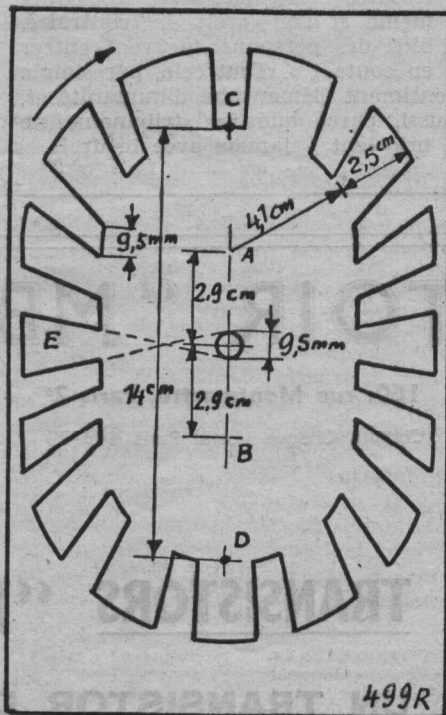

FIG. 2.
Passons maintenant à la figure 2 et déterminons à partir du centre (O) les points (A) et (B) situés respectivement à 29 mm de part et d'autre de (O) et les points (C) et (D) situés à 7 centimètres de (O). La droite (CD) mesurera donc 14 cm. En prenant les points (A) et (B) comme centres, traçons deux demi-cercles de 41 mm de rayon, puis deux demi-cercles de 66 mm de rayon, et réunissons-les par des lignes droites. Nous avons ainsi obtenu deux ovales l'un dans l'autre.
Avec des ouvertures de compas correspondant aux cotes indiquées sur la figure 2, repérer (sur l'ovale intérieur) les points déterminant la base des petits secteurs périphériques en tenant compte que chacun d'eux doit être séparé par un espace d'environ 9,5 mm de largeur (à la base). Pour faciliter le travail, commencer, par exemple, par un petit secteur marqué (E) en tournant dans le sens de rotation des aiguilles d'une montre. Les parties latérales des secteurs doivent être dessinées à l'aide des lignes pointillées par rapport au centre (O), comme cela est indiqué sur la
figure 2. Découper ensuite proprement les parties inter-secteurs disposées tout autour de l'ovale. Remarquer que le nombre de secteurs doit être toujours impair, notre réalisation en prévoit ici quinze. Nous aurons ainsi constitué le support de notre enroulement du cadre. Si nous avons choisi du carton pour sa fabrication, nous aurons intérêt à le tremper dans un bain de paraffine très chaude, et de la laisser ensuite bien sécher avant de procéder à l'enroulement du fil.